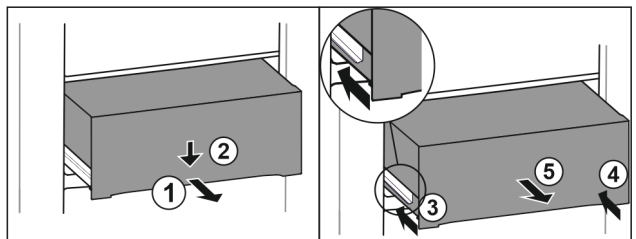

Fig. 81
- ▶ Extrageți pe jumătate sertarul. Fig. 81 (1)
- ▶ Apăsați în jos sertarul pe partea frontală. Fig. 81 (2)
- ▶ Inșerați șina stângă aproximativ 2 cm. Fig. 81 (3)
- ▶ Inșerați șina dreaptă aproximativ 2 cm. Fig. 81 (4)
- ▶ Extrageți sertarul spre înainte. Fig. 81 (5)